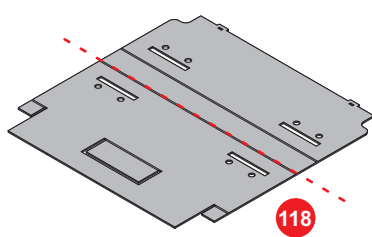
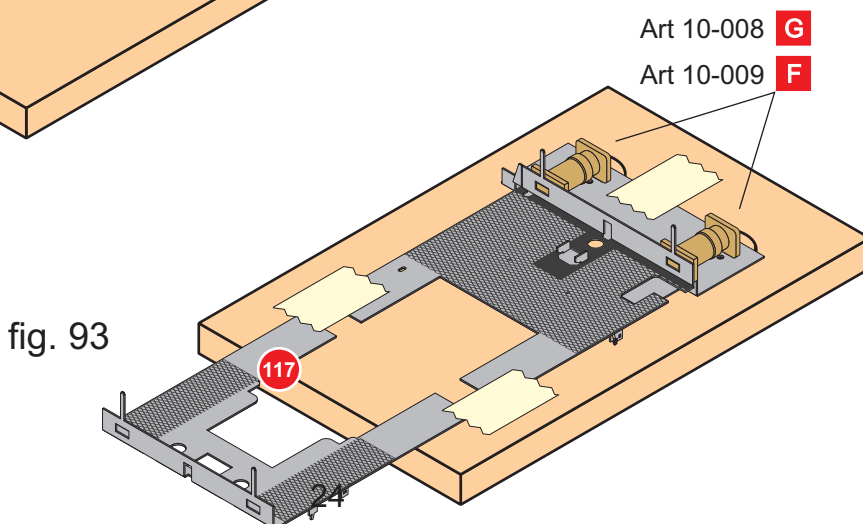

fig. 89
fig. 93
56) Tagliare il pezzo n°118 lungo la linea rossa mostrata in fig. 89 Sollevare i lembi indicati dalle frecce verdi nella figura 90. Dotarsi di un tavoletta di legno su cui appoggiare la dima. Eseguire due fori da 8mm ad una distanza di 20 mm. Posizionare la dima n° 118 come in figura 92. centrando le due asole indicate dalle frecce blu sui due fori nella tavoletta di legno, bloccare la posizione con del nastro adesivo in carta. Posizionare il pezzo n° 117 come mostrato in fig. 93, quindi bloccare con del nastro adesivo. Verificare che il tutto rimanga in piano.